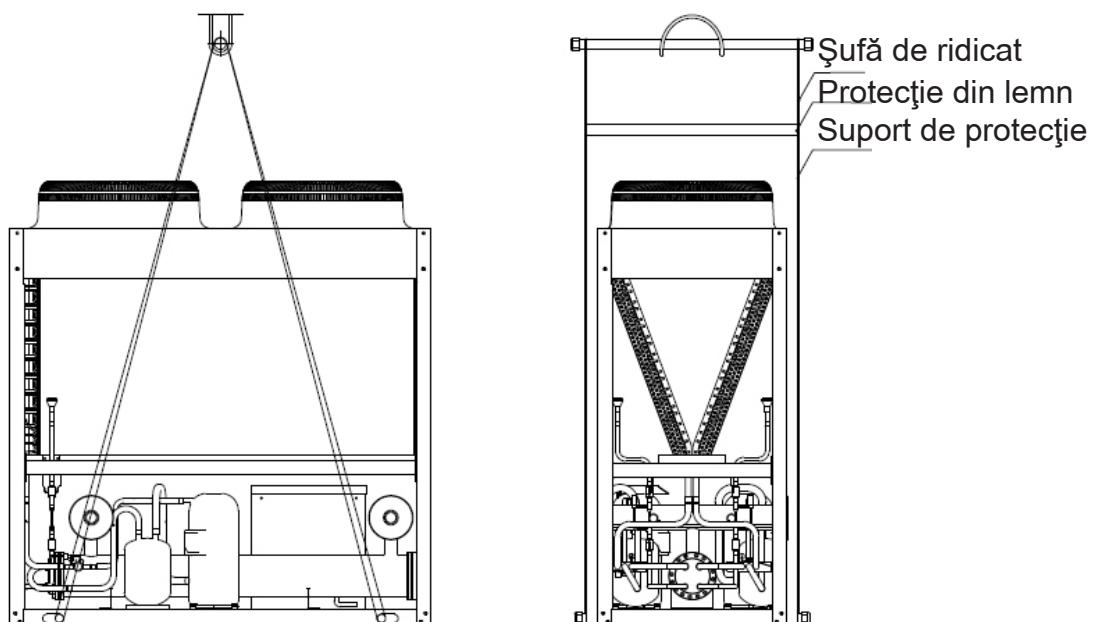
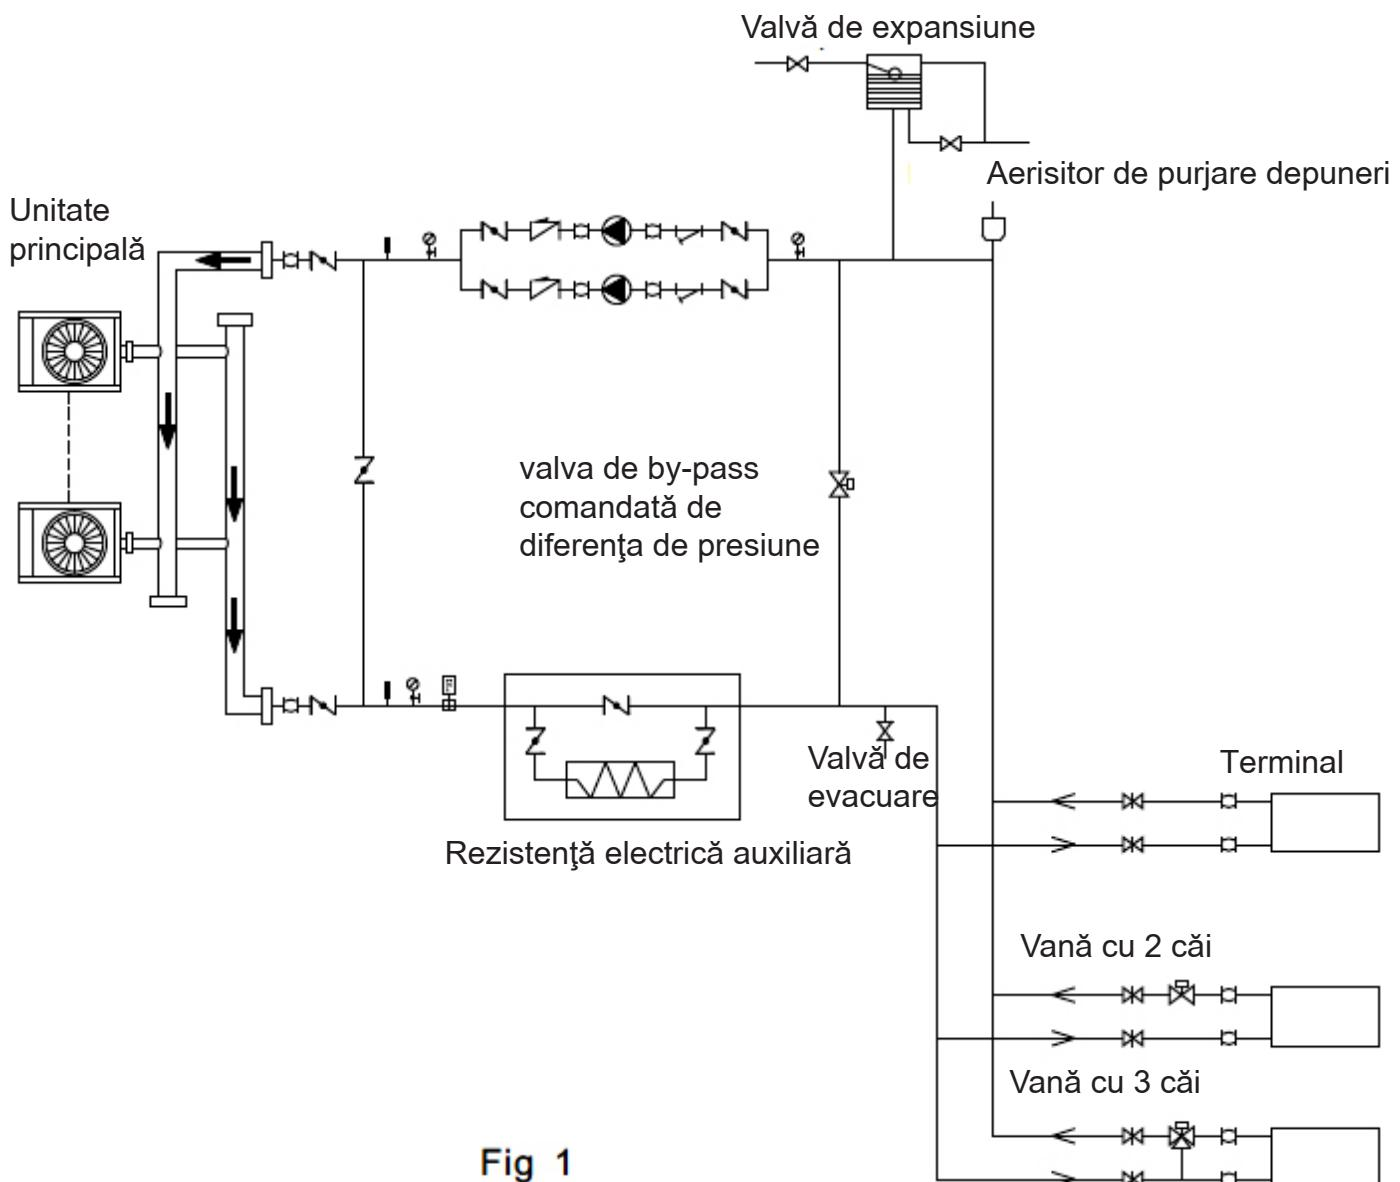
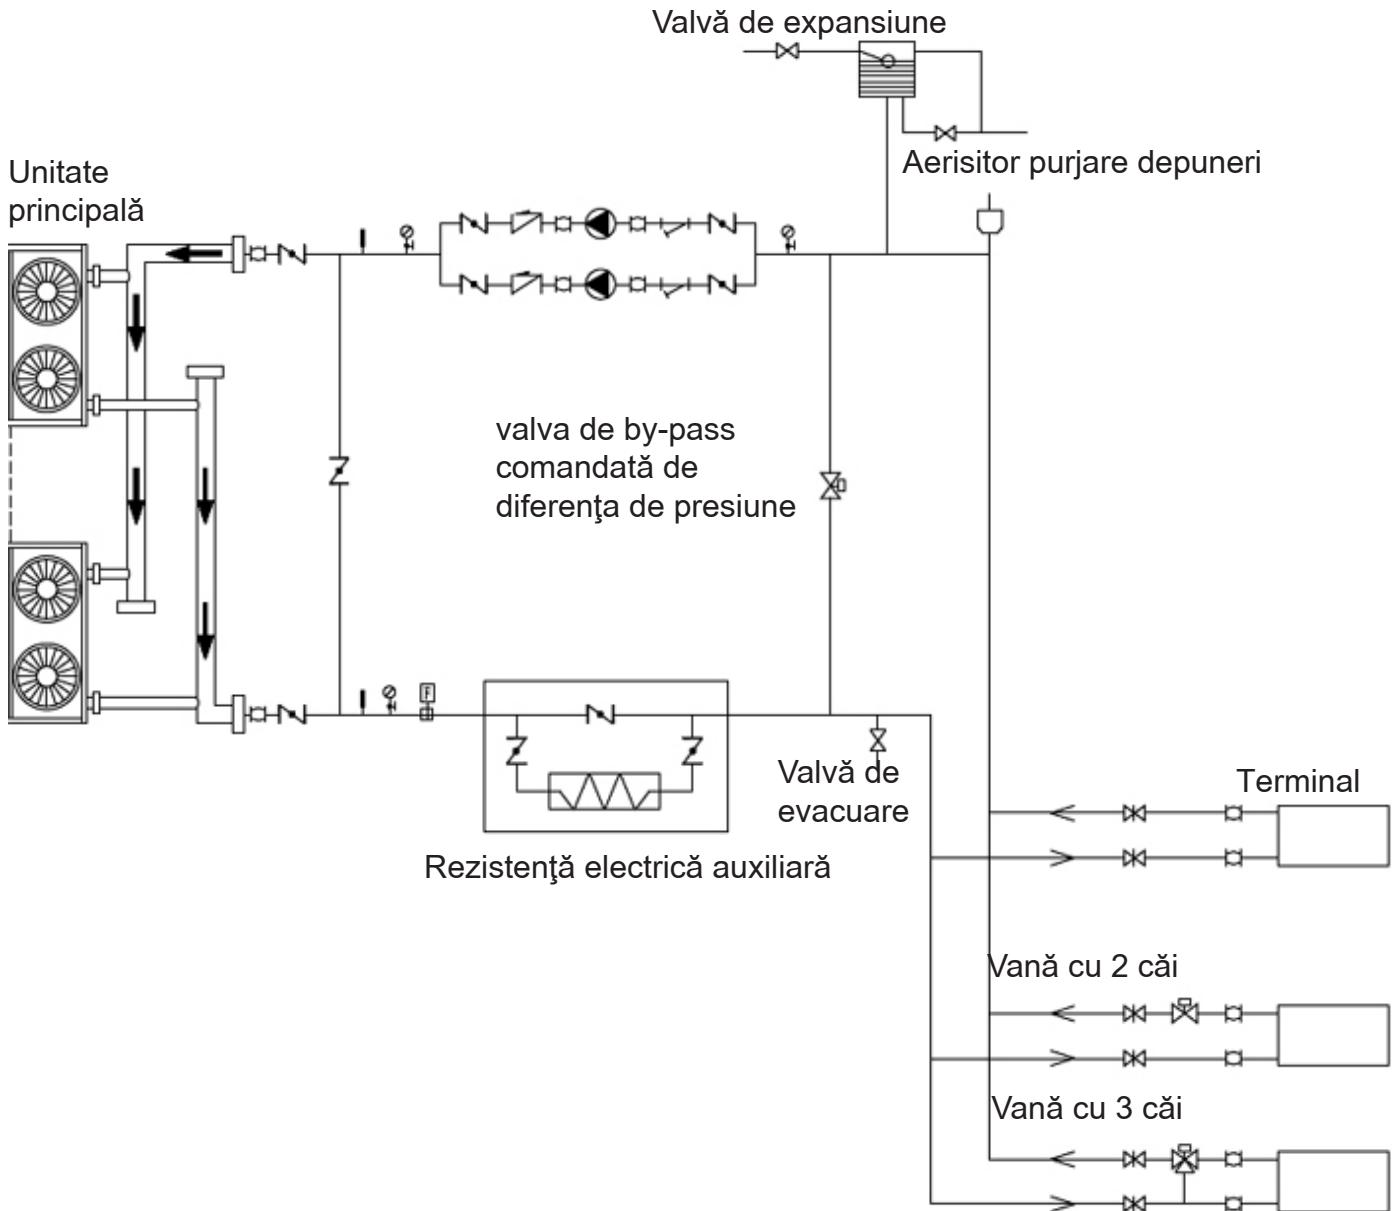

Fig 2
Fig 1
Fig 3
h. Conductele de by-pass și valvele de by-pass aşa cum sunt prezentate în Fig.1, Fig.2, și Fig.3 vor fi montate la schimbătorul de căldură în scopul de a realiza curățarea sistemului la exterior a conductelor de apă înainte de a regla unitatea. În timpul operației de întreținere, conducta de apă a schimbătorului de căldură poate fi întreruptă fără a perturba celelalte schimbătoare de căldură.